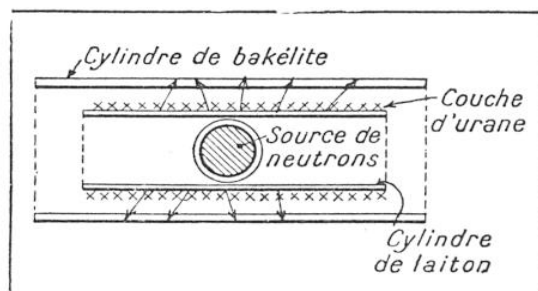

FIG. 1. — EXPÉRIENCE METTANT EN ÉVIDENCE LA FORMATION DE CORPS RADIOACTIFS ARTIFICIELS LORS DU BOMBARDEMENT DE L'URANIUM PAR LES NEUTRONS
Une source de neutrons (ampoule en verre, contenant du radon (1) et du béryllium) est placée (fig. 1) à l'intérieur d'un cylindre de laiton de 20 mm de diamètre et 5 cm de hauteur. On recouvre la surface extérieure de ce cylindre avec de l'oxyde d'urane. A 3 mm de la surface d'urane, on place un cylindre concentrique de bakélite. On observe qu'en présence de la source de neutrons, le cylindre en bakélite reçoit de nombreux fragments atomiques provenant de la rupture de certains noyaux d'uranium. Le cylindre de bakélite, transporté autour d'un compteur Geiger-Muller, donne, en effet, un nombre assez important d'impulsions électriques dont le nombre va en décroissant en fonction du temps. Les fragments qui se sont fixés dans la bakélite sont donc radioactifs et les périodes des radioéléments soit disant transuraniens sont retrouvées par cette élégante méthode de projection atomique.